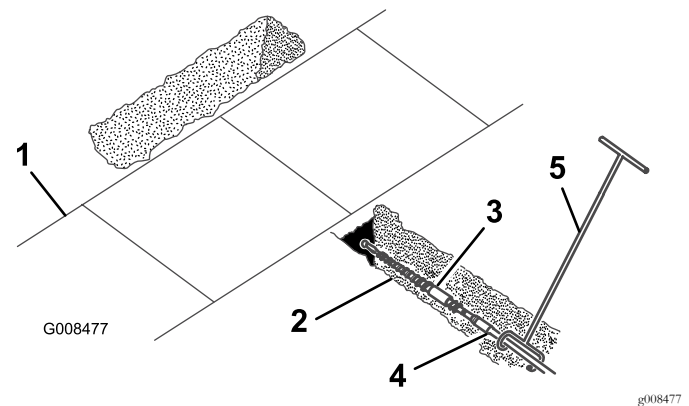

Figure 5
4. Accouplez l'outil de guidage à la tige, juste derrière le trépan (Figure 5).
5. Demandez à la personne chargée de guider le trépan de se placer sur le côté droit de la tranchée (Figure 5), mettez le moteur en marche, placez le levier sélecteur de pompe sur lent (tortue) (groupes de déplacement séries 200 et 300 seulement), placez la commande d'accélérateur à mi-course et tirez le levier de commande hydraulique en arrière pour démarrer la rotation en avant du trépan.
6. Faites avancer lentement le groupe de déplacement pendant que la personne munie de l'outil de guidage guide le trépan dans le sol (Figure 5).